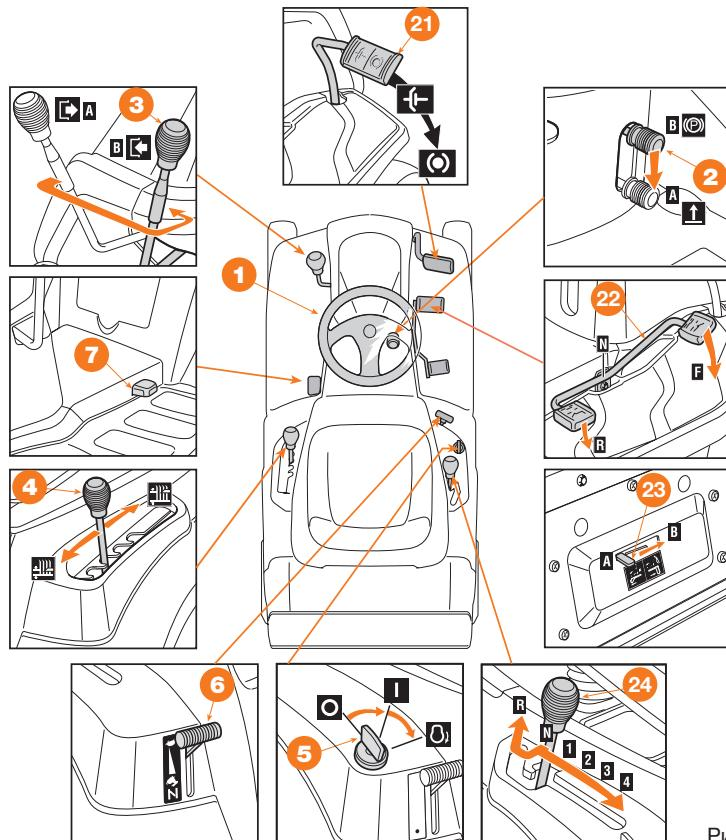

Рис. 15
Руль управления (рис. 15 ①)
Рычаг стояночного тормоза (Рис. 15 ②)
Рычаг управления режущими приспособлениями (рис. 15 ③)
Рычаг регулировки высоты кошения (рис. 15 ④)
Ключевой переключатель (рис. 15 5)
Рычаг управления дросселем (рис. 15 6)
Педаль разрешения скашивания на заднем ходу (рис. 15 7)
Педаль сцепления/тормоза (рис. 15 21)
Педаль привода DLR 66H (рис. 15 22)
Рычаг разблокировки гидростатической трансмиссии DLR 66H (рис. 15 23)
Рычаг переключения скоростей DLR 66M (рис. 15 24)